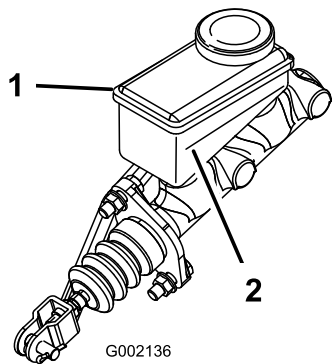

Рисунок 16
3. Посмотрите на контур уровня жидкости в боковой части бачка. (Рисунок 16).
- Долейте тормозную жидкость DOT 3 в бачок, пока ее уровень не будет выше линии «Минимум» (Рисунок 16).
5. Установите резиновую заглушку в верхней части приборной панели (Рисунок 16).